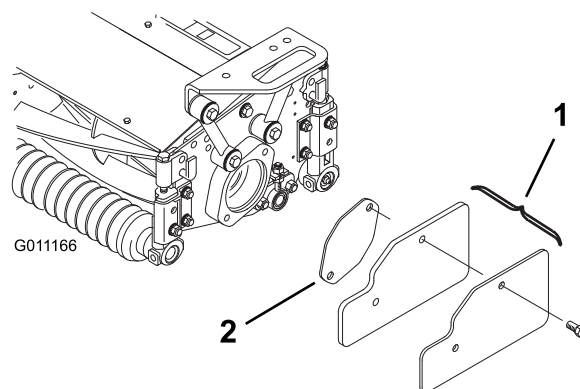

Figura 20
2. Retire os pesos e a junta (Figura 20) da extremidade interior da unidade de corte do lado direito.